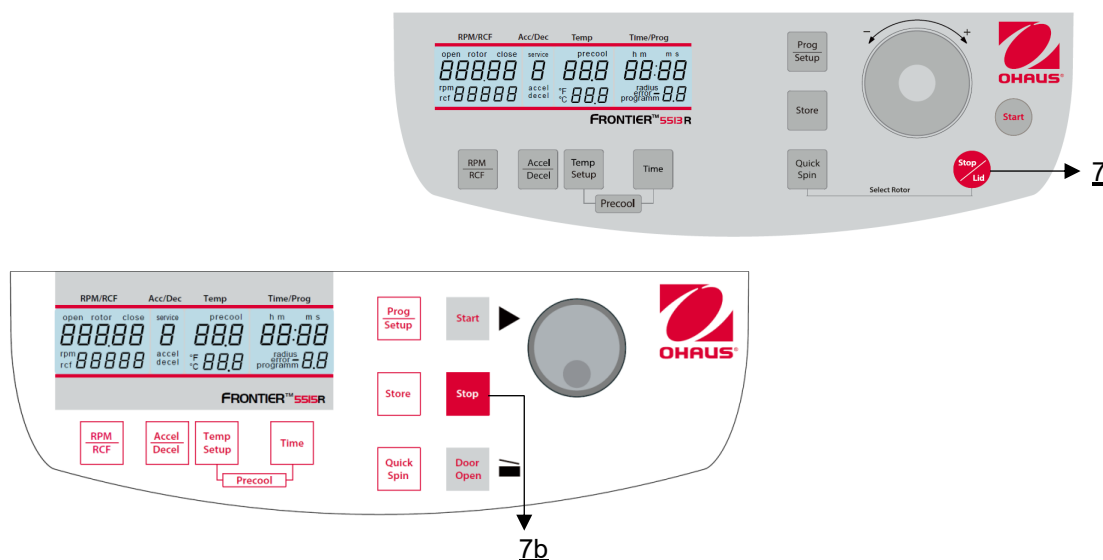

Figure 23
La touche **"Stop"** (7b) ou **"Stop/Couvercle"** (7) (voir figure 23) permet d'interrompre la centrifugeuse à tout moment. Après avoir appuyé sur la touche, la centrifugeuse décélère avec l'intensité présélectionnée jusqu'à l'arrêt.